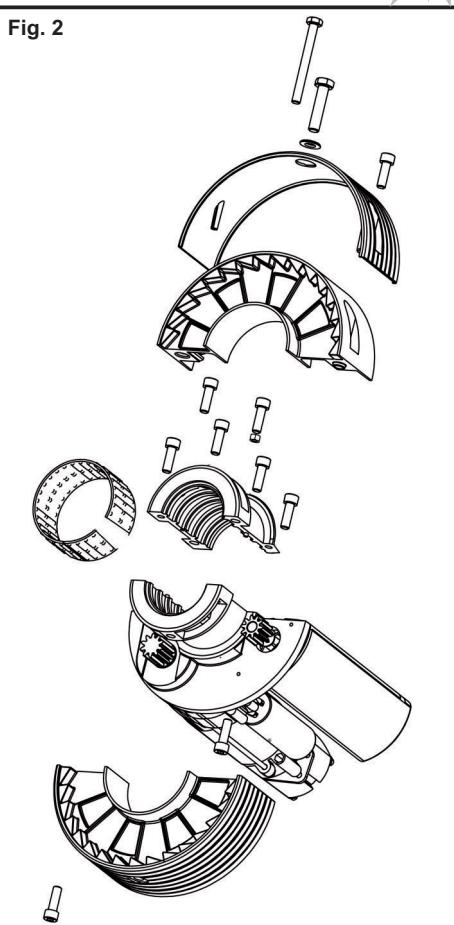

Fig. 2
C) Smontare la corona del motoriduttore in due metà, svitando le viti M8 (FIG. 2).
D) Estrarre con delicatezza dallo chassis la fascia a rulli in plastica, evitando forti piegature che causerebbero la fuoriuscita dei rullini. Tale operazione non si effettua in presenza di motoriduttore Roll 76 e Roll 101, poiché non dotati di fascia a rulli (FIG. 2).
E) Smontare lo chassis del motoriduttore, svitando le quattro viti M8 (FIG. 2).
G) Accoppiare sull'albero della serranda la parte dello chassis che contiene il motore elettrico con il collare di chiusura, mediante le quattro viti M8 (FIG. 2).
I) Montare sul collo dello chassis la fascia a rulli, facendo sempre attenzione a non effettuare forti piegature al fine di evitare la fuoriuscita dei rullini. Tale operazione non si effettua in presenza di motoriduttore Roll 76 e Roll 101, poiché non dotati di fascia a rulli (FIG. 2).
L) Montare sullo chassis le due semicorone, facendole ruotare sulla fascia a rulli e fissarle con le due viti M8. In presenza di motoriduttore Roll 76 e Roll 101 la corona ruoterà direttamente sul collo dello chassis tornito (FIG. 2).
C) Remove the crown of the motor, unscrewing the screws M8 (FIG. 2).
D) Extract from the chassis, with delicacy, the band with rolls in plastics, avoiding heavy folds that would cause the spillage of the rullinis. Doesn't effect this operation in case of motors Roll 76 and Roll 101, since they do not endowed with band to rolls (FIG. 2).
G) Assemble on the tube of the shutter the chassis part with electric motor, with the second part of the chassis trough the four screws M8 (FIG. 2).
I) Mounted on the chassis neck, the band with rolls, being careful not to make strong folding to prevent spillage of rolls. Doesn't effect this operation in case of motors Roll 76 and Roll 101, since they do not endowed with band with rolls (FIG. 2).
L) Mounted on the chassis the two demicrown, rolling them on the band with rolls and fix them with the two screws M8. In case of motors Roll 76 and Roll 101 the crown will rotate directly on the chassis neck turned (FIG. 2).
C) Démonter la couronne du moteur, en deux moitiés, en dévisant les vis M8 (FIG. 2).
D) Extraire du châssis, avec délicatesse, la bande en plastique avec roulements, en faisant très attention à éviter les pliages qui causeraient l'écoulement des roulements. Ne pas effectuer cette opération en présence du moteur Roll 76 et Roll 101, par ce qu'ils ne sont pas doué de bande en plastique avec roulements (FIG. 2).
G) Accoupler sur le tube du rideau la partie du châssis qui contient le moteur électrique, avec la deuxième partie du châssis avec le 4 vis M8 (FIG. 2).
I) Monter sur le châssis la bande en plastique avec les roulements, en faisant toujours attention à ne pas effectuer des forts pliages afin d'éviter l'écoulement des roulements. Ne pas effectuer cette opération en présence du moteur Roll 76 et Roll 101, par ce qu'ils ne sont pas doué de bande en plastique avec roulements (FIG. 2).
L) Monter sur le châssis les deux demi-couronnes, en tournant les mêmes sur la bande en plastique avec les roulements et les fixer avec les deux vises M8. En présence de moteur Roll 76 et Roll 101, la couronne tournera directement sur le cou du châssis tourné (FIG. 2).
C) Desmontar la corona del motor en dos mitades, desenrostando las vise M8 (FIG. 2).
D) Extraer del chasis con delicadeza la faja de plástico con rodamiento, evitando fuertes pliegues que causarían el derrame de los rodamientos. Tal operación no si efectua en presencia de motor Roll 76 y Roll 101, ya que no dotados con faja de plástico con rodamiento (FIG. 2).
G) Ensamblar sobre el árbol del cierre metálico la parte del chasis que lleva el motor eléctrico, con la segunda parte de chasis, a través de 4 tornillos M8 (FIG. 2).
I) Montar sobre el cuello del chasis la faja de plástico con rodamiento, siempre teniendo cuidado con no efectuar fuertes pliegues para evitar el derrame de los rodamientos. Tal operación no si efectua en presencia de motor Roll 76 y Roll 101, ya que no dotados con faja a rodamientos (FIG. 2).
L) Montar sobre el chasis las dos semicorones, haciéndoles girar sobre la faja de plástico a rodamientos y fijarle con los dos tornillos M8. En presencia de motor Roll 76 y Roll 101 la corona girará directamente sobre el cuello del chasis torneado (FIG. 2).